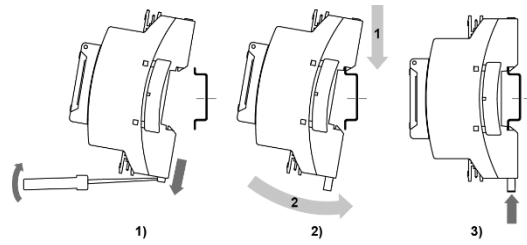

Рисунок 1 – Монтаж пристрою
2. Вставивши викрутку у вушко, відтягнути защіпку (див. *рисунок 1, 1*). Пристрій установити на DIN-рейку.
3. Пристрій притиснути до DIN-рейки (див. *рисунок 1, 2*, стрілки 1 і 2). Викруткою повернути защіпку у початкове положення.